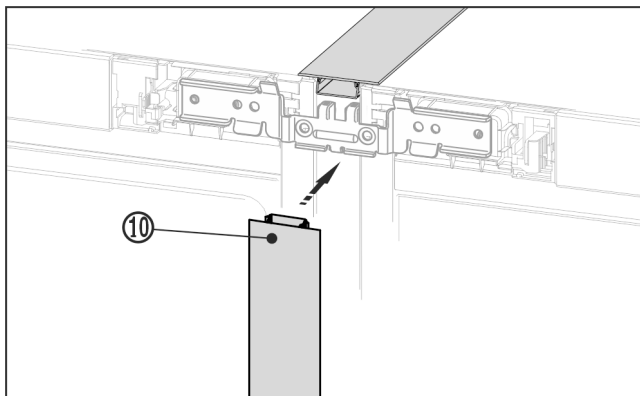

Fig. 24
- Auf der Vorderseite die lange Abdeckleiste Fig. 24 (10) in den vertikalen Spalt drücken. Darauf achten, dass die Leiste auf dem Verbindungsblech aufsteht.